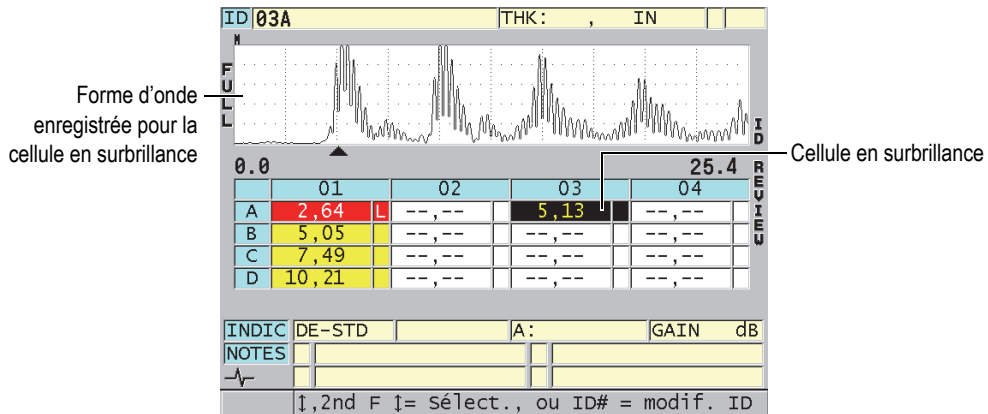

Figure 10-13 Écran d'examen de l'ID : cellule en surbrillance dans la grille de la base de données
3. Dans l'écran d'examen de l'ID (Figure 10-13 à la page 180), faites ce qui suit :